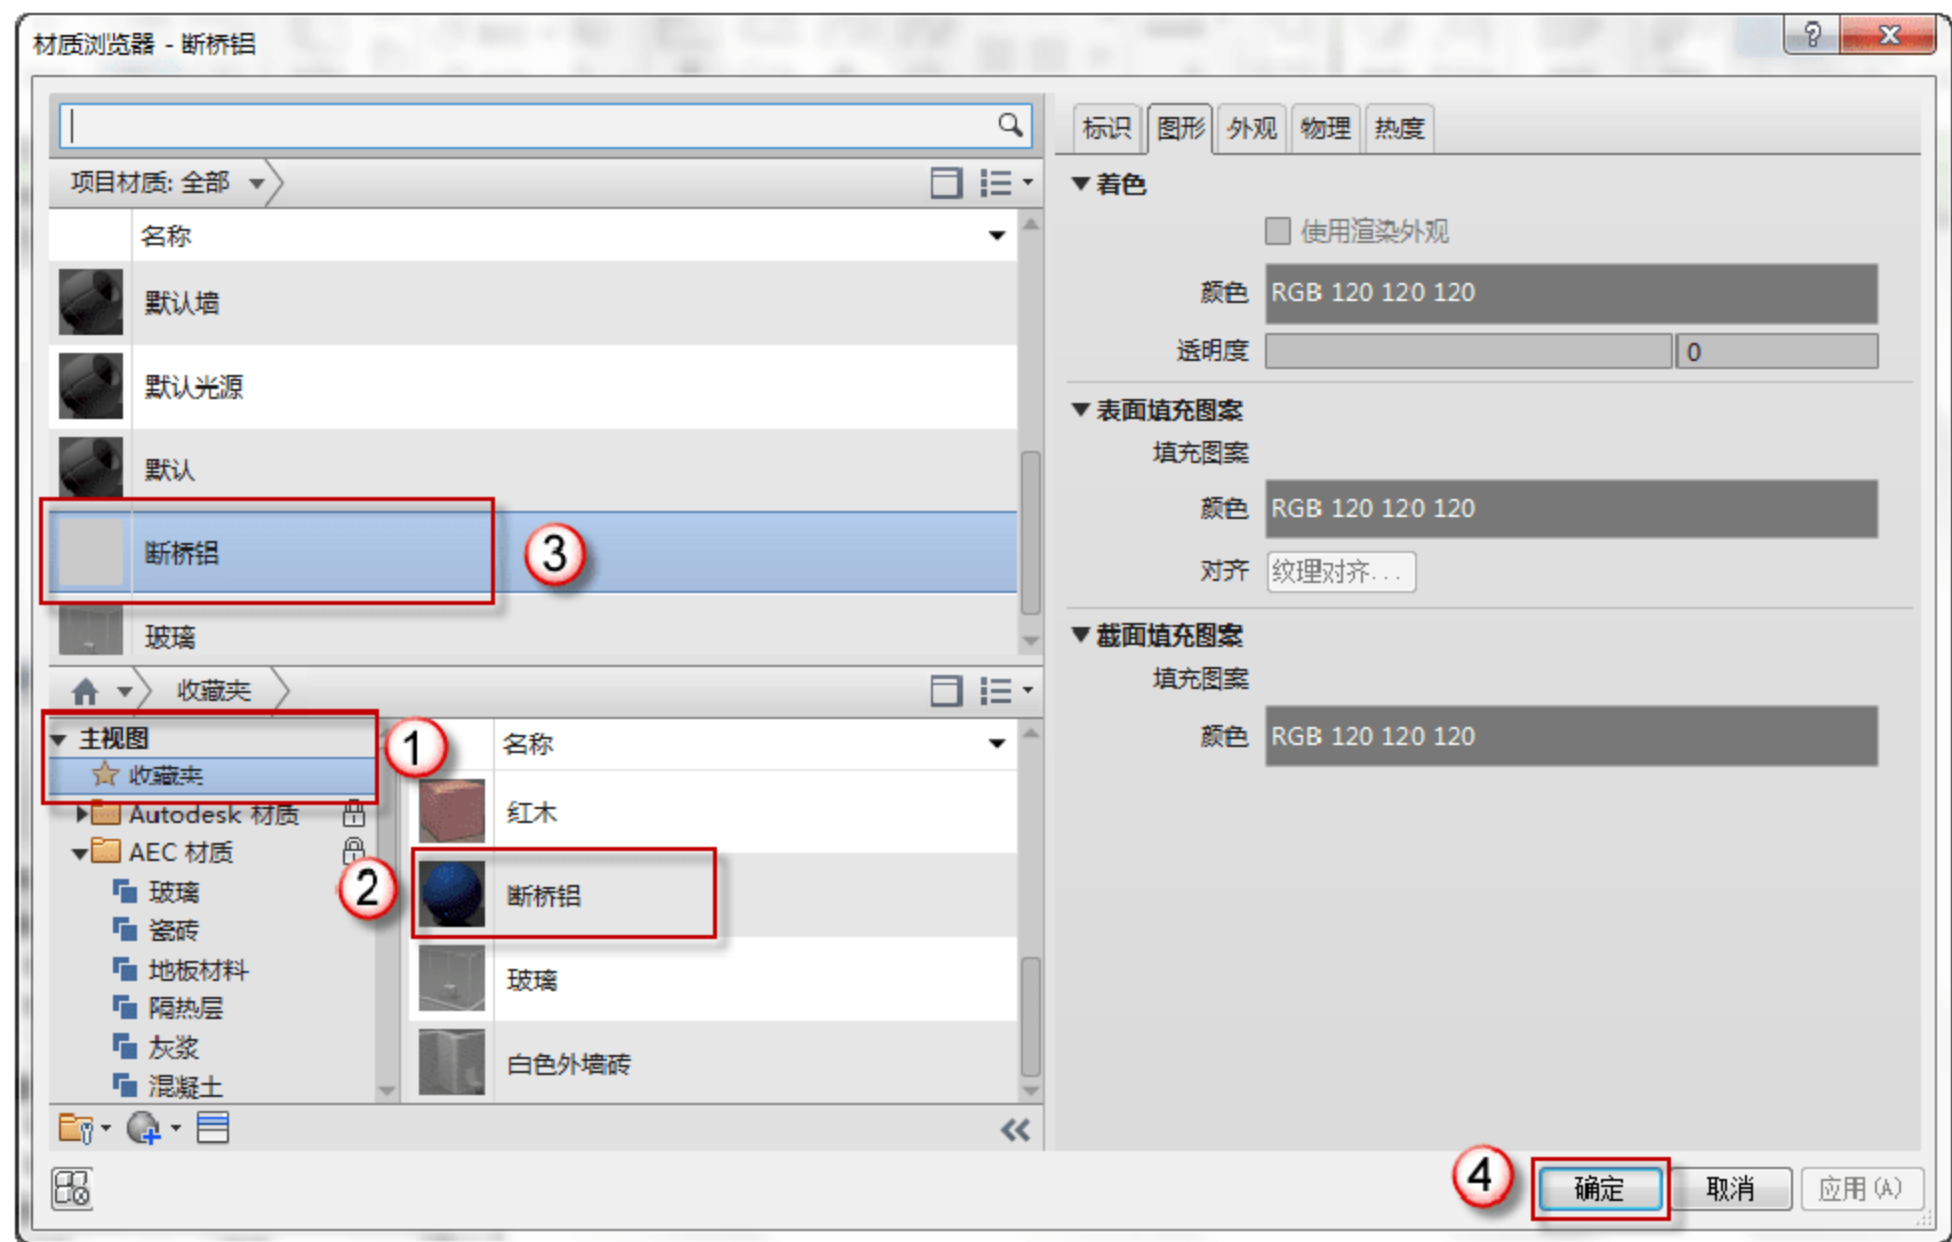

图 6.2.67 添加“断桥铝”材质
(27) 添加“断桥铝”材质。单击“族类型”按钮，弹出“族类型”对话框，单击“材质和装饰”栏“门窗框材质”右侧的“<按类别>”按钮，弹出“材质浏览器”对话框，选择“主视图”→“收藏夹”→“断桥铝”选项，双击“木材”材质，单击“材质浏览器”对话框中的“确定”按钮，如图 6.2.67 所示。重复本次操作，为“材质和装饰”标签下“门窗框材质”添加“断桥铝”材质。